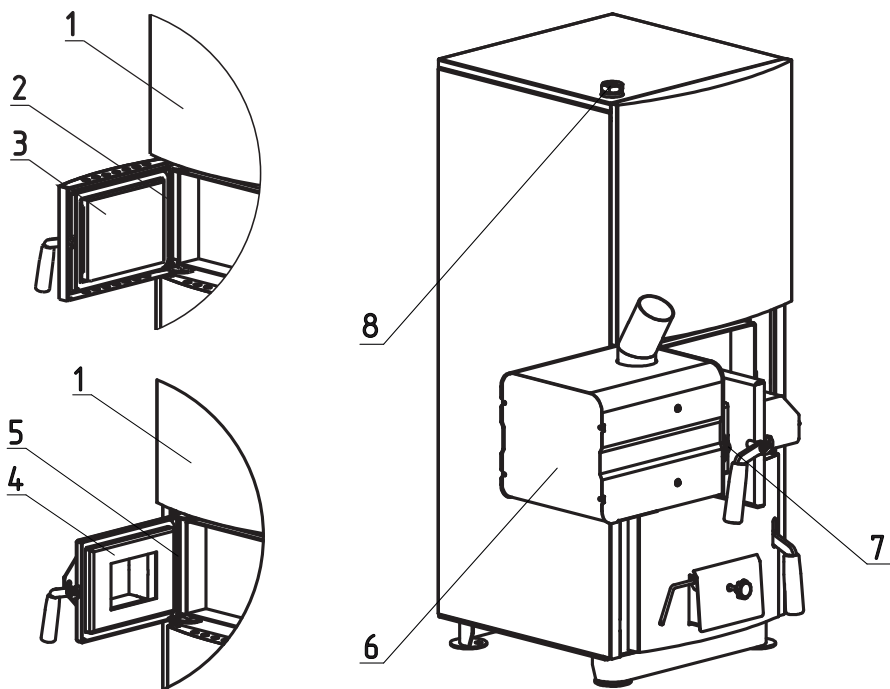
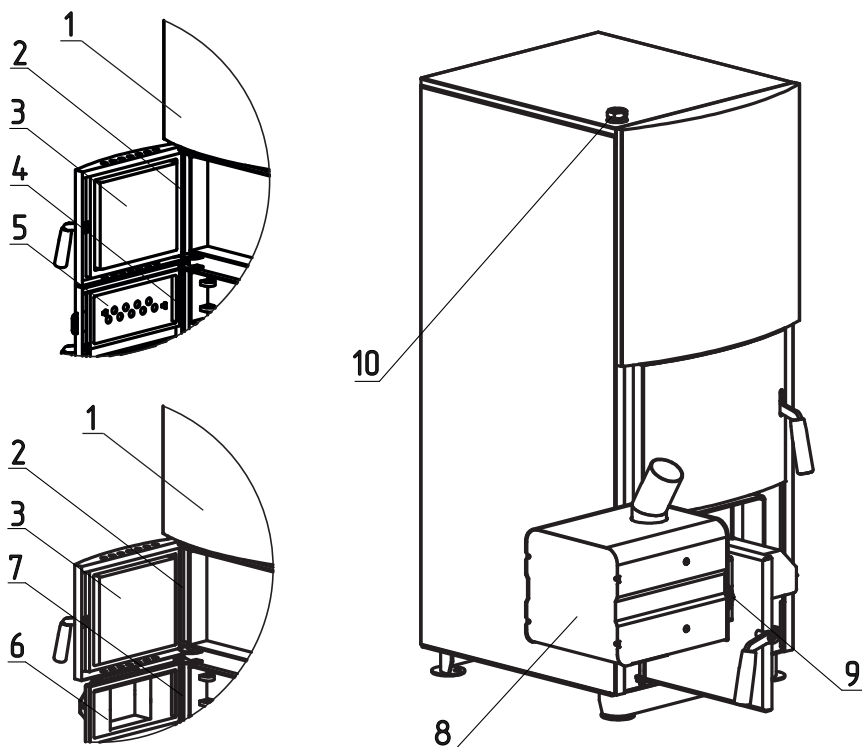

**Рис. 7** Порядок установки двери на твердотопливные котлы ZOTA Master 14, 20; Тополь-М 14, 20, 30; Тополь ВК 16, 22, 32
**Рис. 8** Порядок установки двери на твердотопливные котлы ZOTA Mix 20 и ZOTA Mix 31,5
- Открутите 4 самореза (Рис.7, поз.1), откиньте обшивку дверцы (Рис.7, поз.2), снимите стопорную шайбу (Рис.7, поз.10) извлеките ось (Рис.7, поз.3) и снимите дверцу зольную (Рис.7, поз.4).
- Далее установите адаптер горелки (Рис.7, поз.5) и зафиксируйте его осью (Рис.7, поз.6).
- Установите горелку (Рис.7, поз.7) на котел и зафиксируйте её гайками (Рис.8, поз.8).
- Для установки гильзы под датчики температуры и перегрева снимите пробку или тягорегулятор (если установлен) и установите гильзу (Рис.7, поз. 9) в освободившееся отверстие.
- Снимите панель (Рис.8, поз.1), извлеките ось (Рис.8, поз.2) и снимите дверцу загрузочную (Рис.8, поз.3).
- Далее установите адаптер горелки (Рис.8, поз.4) и зафиксируйте его осью (Рис.8, поз.5). Затем установите на место панель (Рис.8, поз.1).
- Установите горелку (Рис.8, поз.6) на котел и зафиксируйте ее гайками (Рис.8, поз.7).
- Для установки гильзы под датчики температуры и перегрева снимите пробку или тягорегулятор (если установлен) и установите гильзу (Рис. 8, поз. 8) в освободившееся отверстие.